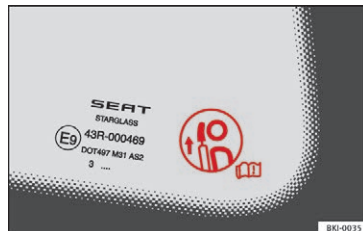

Fig. 95 Advarselmærkat vedr. hovedstøtteindstilling
- Når der er passagerer på bagsædet, må hovedstøtterne aldrig være i hvileposition. Se advarselmærkaten på den lille siderude bagest » Fig. 95.